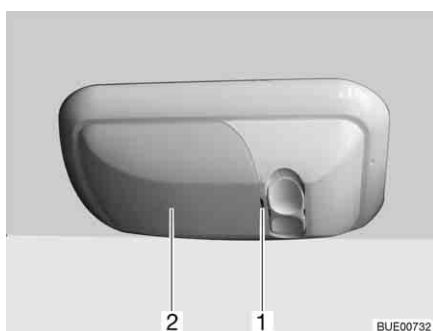

Fig. 227 Eclairage du garage
- Soulever prudemment le couvercle (Fig. 227,2) avec un outil approprié (p. ex. tournevis) au niveau de l'encoche (Fig. 227,1) et le retirer.